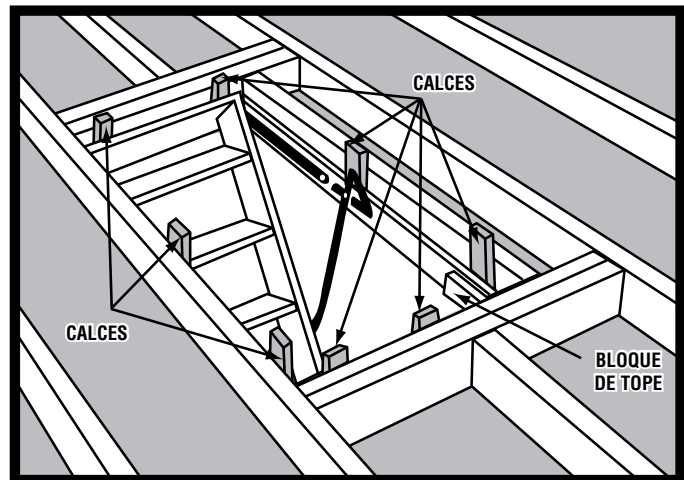

FIGURA 5
- A. Verifique que la escalera está en escuadra y a nivel dentro de la abertura preliminar. Si el marco de la escalera se ha combeado mientras estaba almacenado, se lo puede enderezar con clavos y bloques de madera. El combeado es normal debido a que las piezas de madera están sujetas a la fuerte tensión del resorte durante un tiempo, antes de la compra e instalación (vea la FIGURA 5).